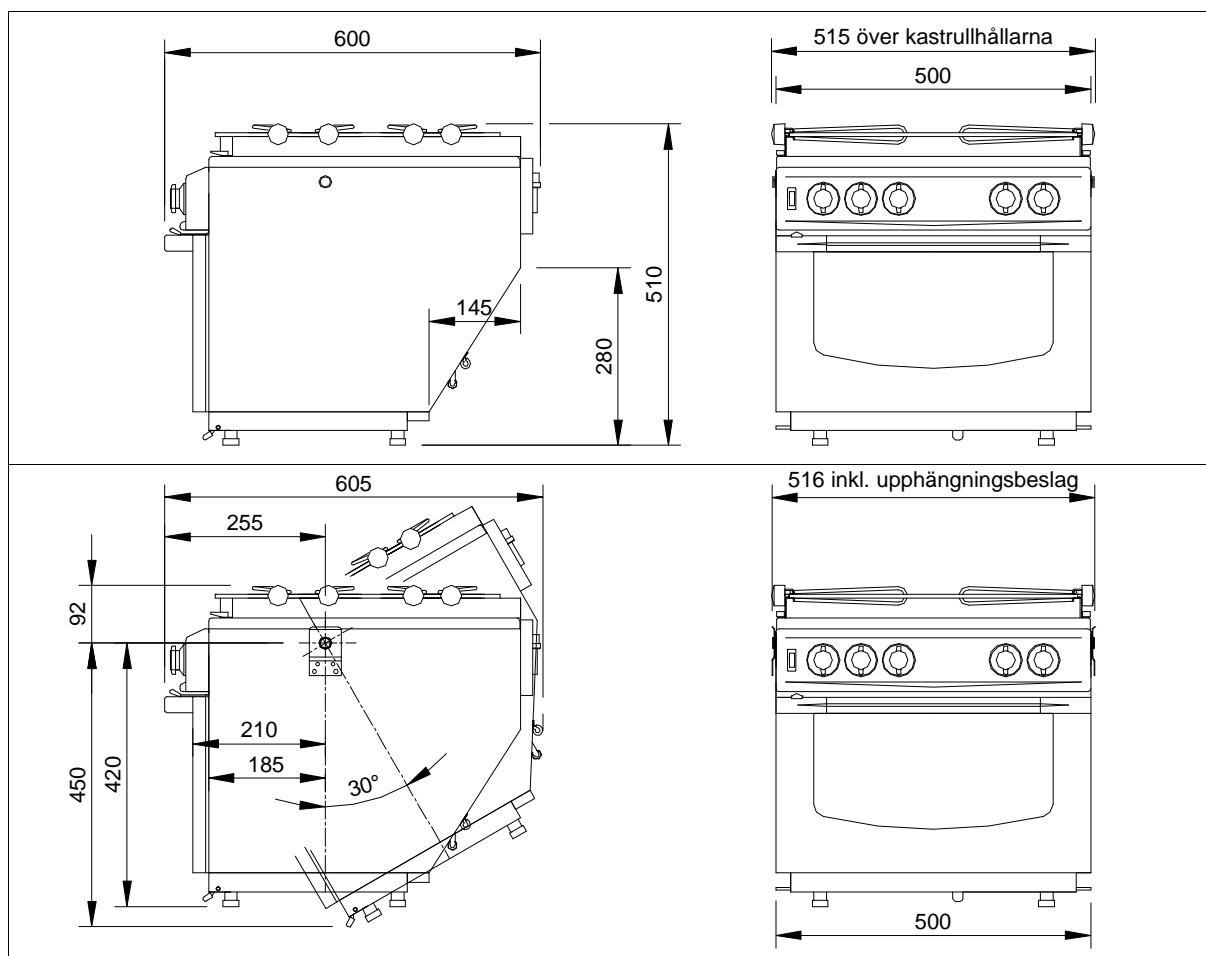

Fig. 1
- 2 - Montera dessa på sidoscotten, håll tillräckligt avstånd till skottet bakom spisen så att spisen kan svänga fritt, se fig. 1